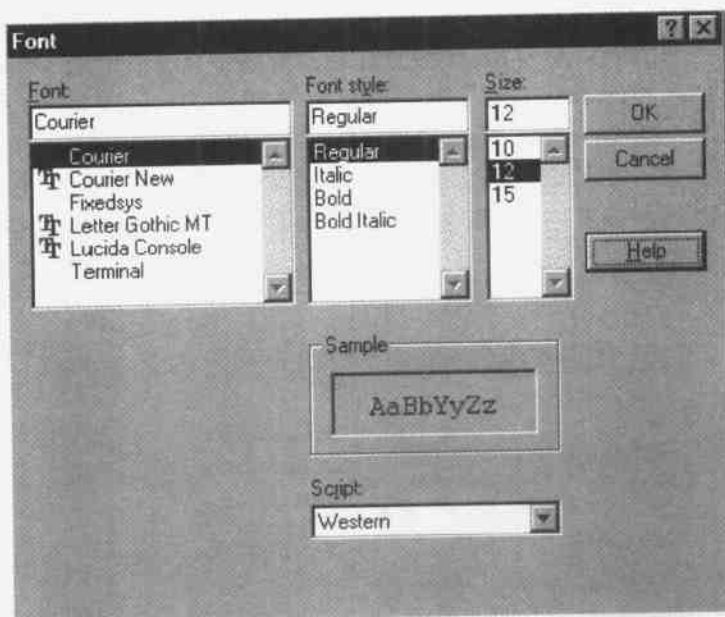

图 3.22 字体设置对话框
(1) Font 设置字体。单击该命令后出现如图 3.22 所示的字体设置对话框,在该对话框中可以设置字体、大小及显示样式等。